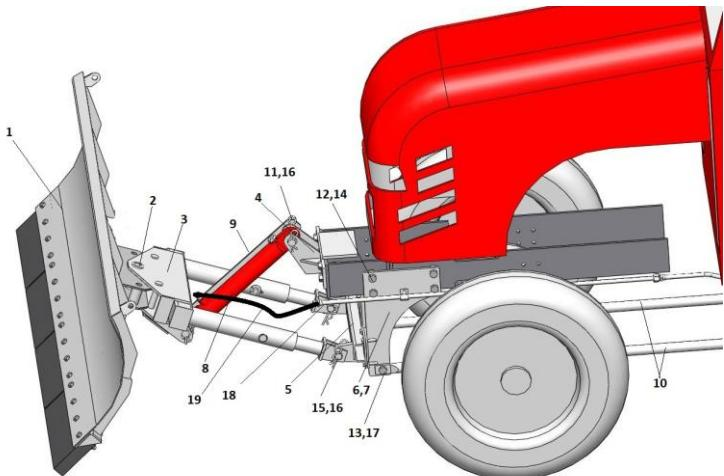
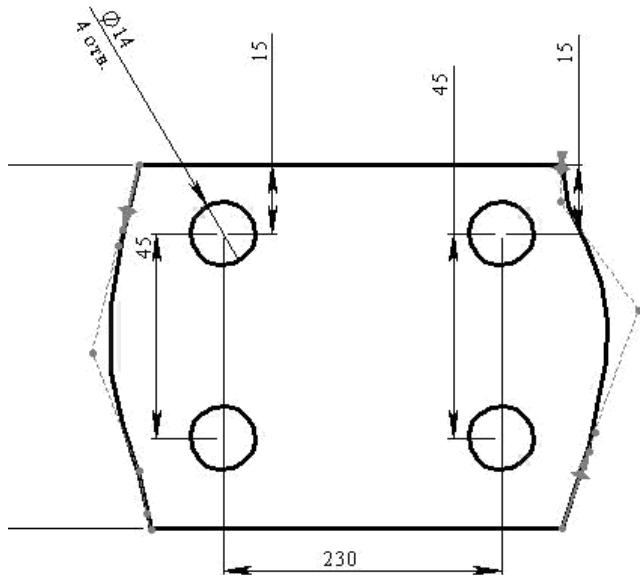

Рис.1 МКО-2,0 на трактор Gm254
Рис.2
TS-254; JM-254 (рис.1, 1в)
Плужное оборудование (рис. 1) состоит из:
2.4.2 Перевод плужного отвала МКО-2,0 и КО320 в рабочее и транспортное положение осуществляется при помощи гидроцилиндра рис.1, 3 (8)
2.5.6 Кронштейн МКО-1, 8.00.432 (Рис. 1а) приварить к заднему кронштейну трактора по месту сопряжения
Рис.1а
Рис.1в. МКО-2,0 на трактор TS-254
Для установки оропы гидроцилиндра поз.4 (рис.1) просверлить 4 отверстия диаметром 14 мм в передней панели трактора согласно рис.2.